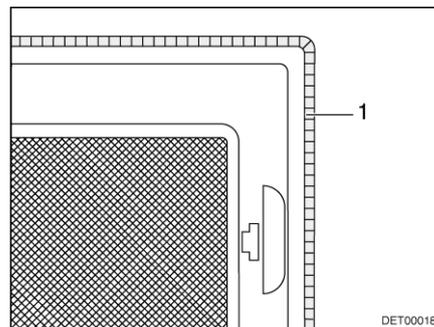

Fig. 50 Aération forcée
**Aération forcée** Selon l'équipement, le lanterneau est équipé d'une aération forcée (Fig. 50,1). Des lanterneaux avec aération forcée sont intégrés dans l'espace habitable et dans le cabinet de toilette.